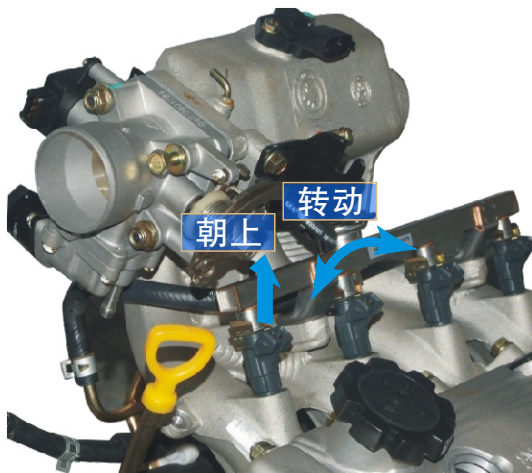

图2-138 检查喷油器的“O”形圈安装是否正确
⑥ 检查喷油器转动是否平稳可靠, 如果喷油器转动不平稳, 则可能是“O”形圈安装不正确, 应更换“O”形圈 (图2-138)。